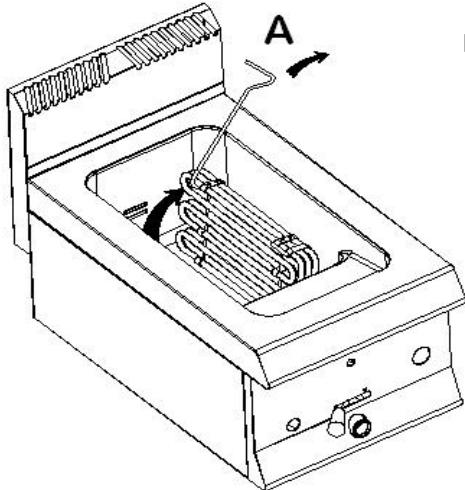

Fig. 3
- Enclencher (ON) l'interrupteur principal.
- Tourner la poignée (Fig. 3) et la placer dans la position avec l'indication correspondant à la température désirée.
Pour nettoyer la cuve, procéder de la façon suivante (Fig. 3):